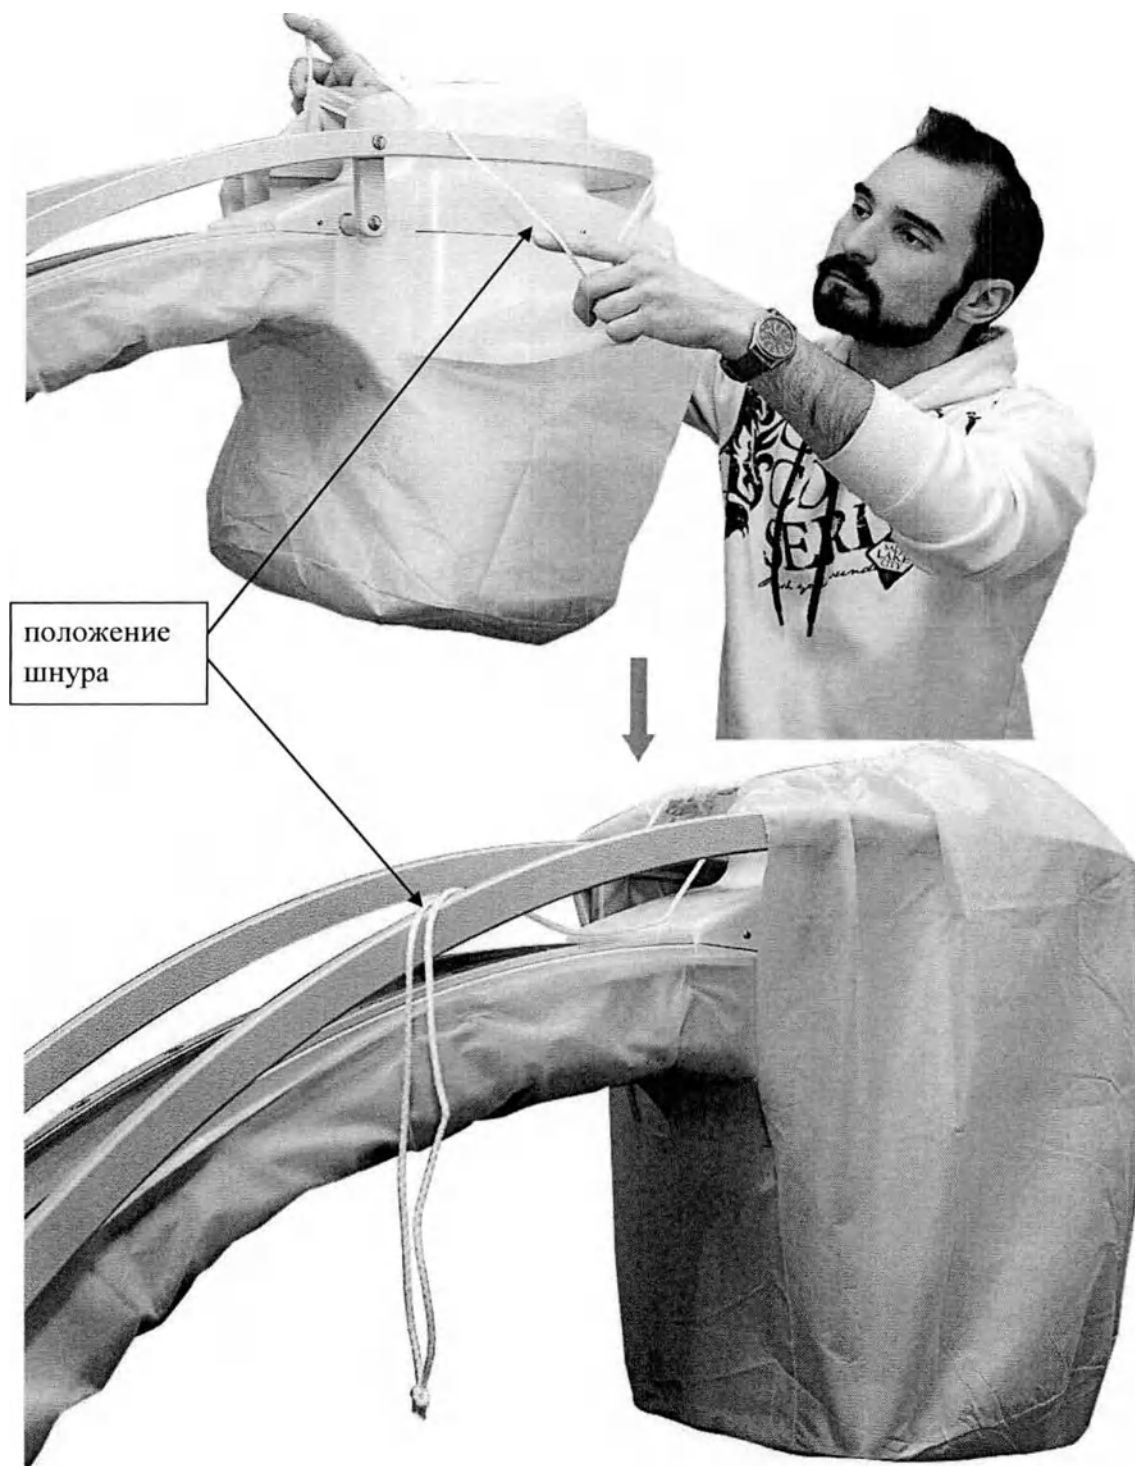

Рисунок 7.6
- Затяните шнур, как показано на рисунке (см. Рисунок 7.6).